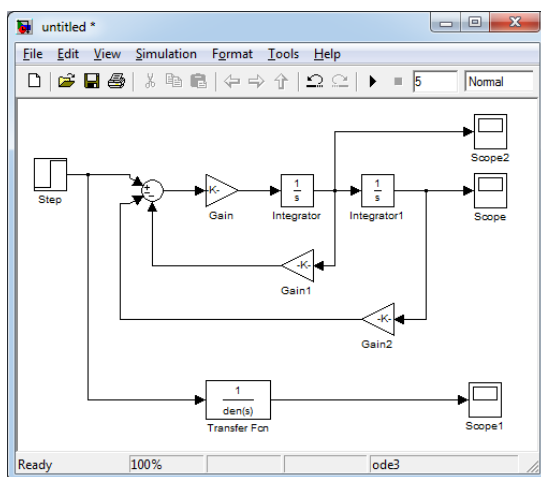
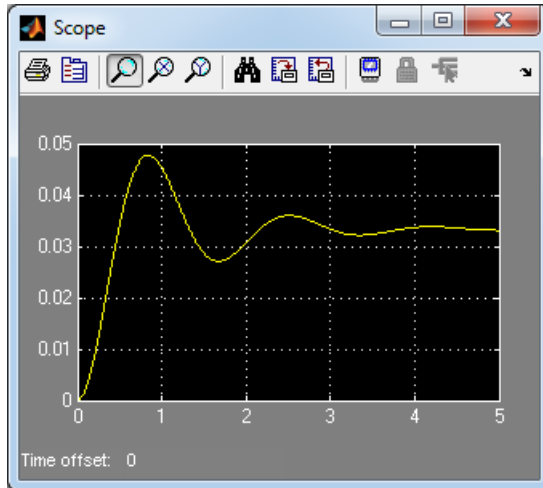

Рис. 1.4. Структурная схема решения дифференциального уравнения (1.1) в среде Simulink
Рис. 1.5. Результат решения дифференциального уравнения (1.1) в среде Simulink: зависимость $x(t)$
Структурная схема решения данного дифференциального уравнения, построенная в среде Simulink по приведенному выше алгоритму, показана на рис. 1.4. Результат решения дифференциального уравнения (1.1), полученного с помощью данной модели, представлен на рис. 1.5.
- в среде Simulink построить структурную схему решения дифференциального уравнения (1.1) (рис. 1.4);
- решить дифференциальное уравнение и получить осциллограммы процессов рис. 1.5 с двух измерительных приборов рис. 1.4.
2. В среде Simulink постройте структурную схему решения дифференциального уравнения (1.1) (рис. 1.4). В данной схеме необходимо предусмотреть наличие двух измерительных приборов, один из которых снимает зависимость $x(t)$, другой – зависимость $v(t)$.
4. Запустите расчетный процесс и зафиксируйте на измерительных приборах Scope и Scope1 две кривые $x(t)$ рис. 1.5. Убедитесь в их идентичности.
6. В отчете приведите исходные данные, собранную вами в среде Simulink структурную схему рис. 1.4, а также кривые $v(t)$ и $x(t)$.